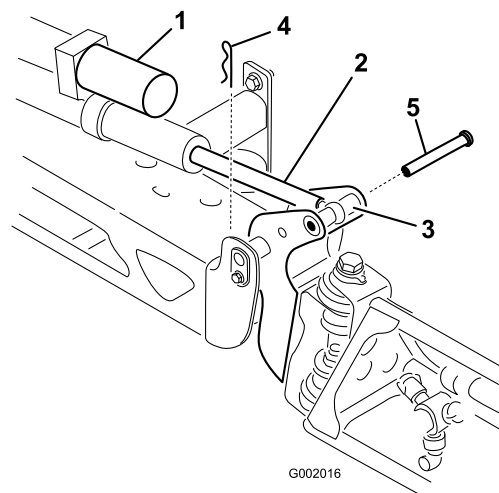

Figura 42
2. Retire el pasador de horquilla del pasador de giro (Figura 42).
3. Levante el brazo y retire el pasador (Figura 42). Baje el brazo lentamente al suelo.
6. Eleve el brazo para alinear el pivote con el émbolo del actuador. Sujetando el brazo, introduzca el pasador a través del pivote del brazo y del émbolo del actuador (Figura 42).